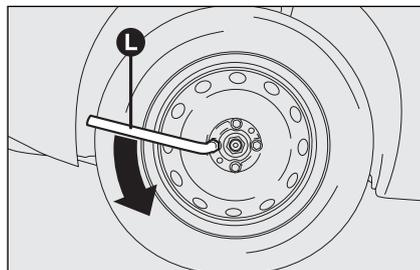

fig. 6
- allentare di circa un giro i bulloni di fissaggio, utilizzando la chiave in dotazione **L**-fig. 6; per vetture dotate di cerchi in lega, scuotere la vettura per facilitare il distacco del cerchio dal mozzo della ruota;